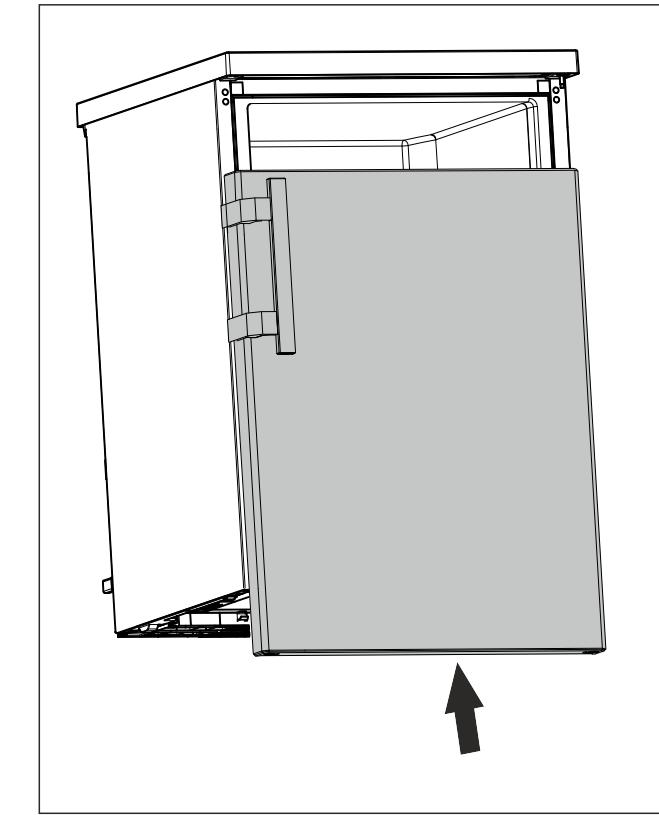

Fig. 23
- Надвиньте дверь в закрытом состоянии на верхний болт. (см. Fig. 23)